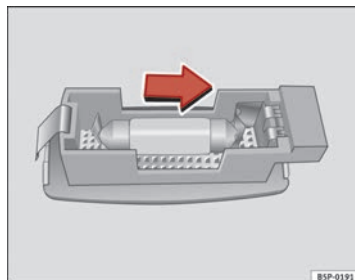

Fig. 203 Démontage de l'éclairage du pare-soleil
- Retirez l'ampoule avec précaution en utilisant la partie plate d'un tournevis, comme indiqué sur la figure ⇒ fig. 203.
- Retirez l'ampoule en la déplaçant dans le sens de la flèche et vers l'extérieur ⇒ fig. 203.